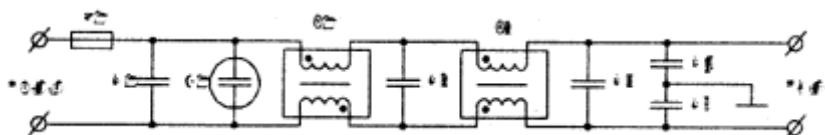

Рисунок 4 -. Схема заградительного фильтра
*Входной фильтр.* Типовая схема заградительного фильтра источника питания системного модуля (рис. 4) включает элементы, предназначенные для подавления синфазной и дифференциальной составляющей помехи. На входе фильтра включен конденсатор C1, далее напряжение питания сети переменного тока подается на блок питания системного модуля через сетевой индуктивно-емкостной фильтр. Конденсатор C2 и дроссель L1 с соответствующим (встречным) включением обмоток снижают дифференциальную составляющую помехи. Дроссель L2, конденсаторы C3...C5 подавляют обе составляющие помехи. Защита по току осуществляется предохранителем F1, который ограничивает ток нагрузки на уровне не более 1,25 номинального значения, а от превышения напряжения в сети (перенапряжения) осуществляется варистором Z1. При повышении напряжения питающей сети выше некоторого уровня сопротивление элемента Z1 резко уменьшается, вызывая срабатывание предохранителя. В качестве ограничителя пускового тока, а также для плавного заряда конденсаторов емкостного фильтра высоковольтного выпрямителя могут использоваться термисторы с отрицательным температурным коэффициентом.